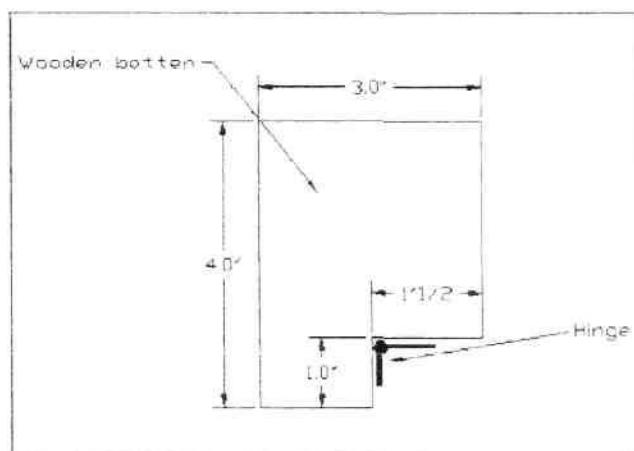

Рис. 20 - Дверная рама
- Вырежьте внутренние кромки как показано на рис. 20.